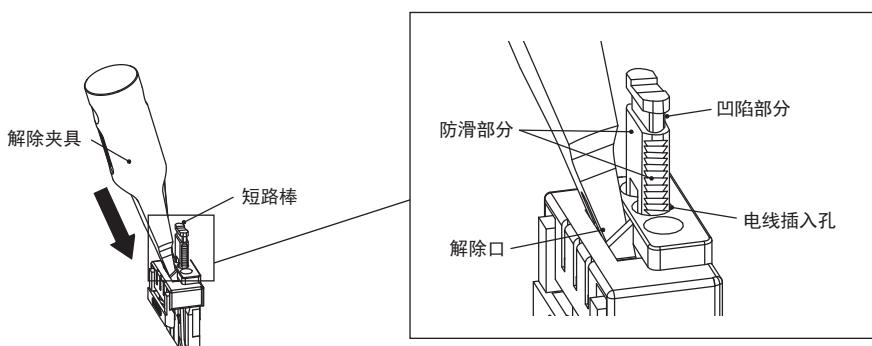

图1：短路棒的拆卸
- (1) 将解除夹具倾斜并完全插入解除孔中。
- (2) 在将解除夹具插入解除孔的状态下，用手指抓住短路棒的防滑部分或凹陷部分，然后将其从插入孔中拔出。（图1）